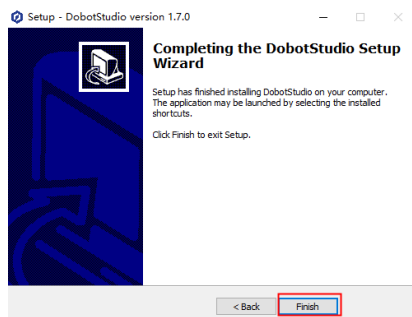

Figura 11: Caixa de diálogo Completing the DobotStudio Setup Wizard
6. Clique em Next para prosseguir com a instalação do DobotStudio seguindo os prompts na caixa de diálogo Setup — DobotStudio. Ao concluir a instalação, a caixa de diálogo Completing the DobotStudio Setup Wizard será exibida. Clique em Finish, como mostrado na Figura 11.